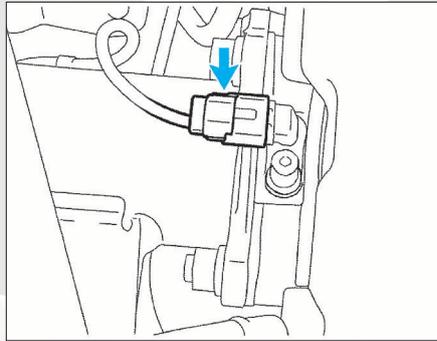

FIG. 11
- Débrancher le capteur de vitesse de roue ABS (**fig. 11**).